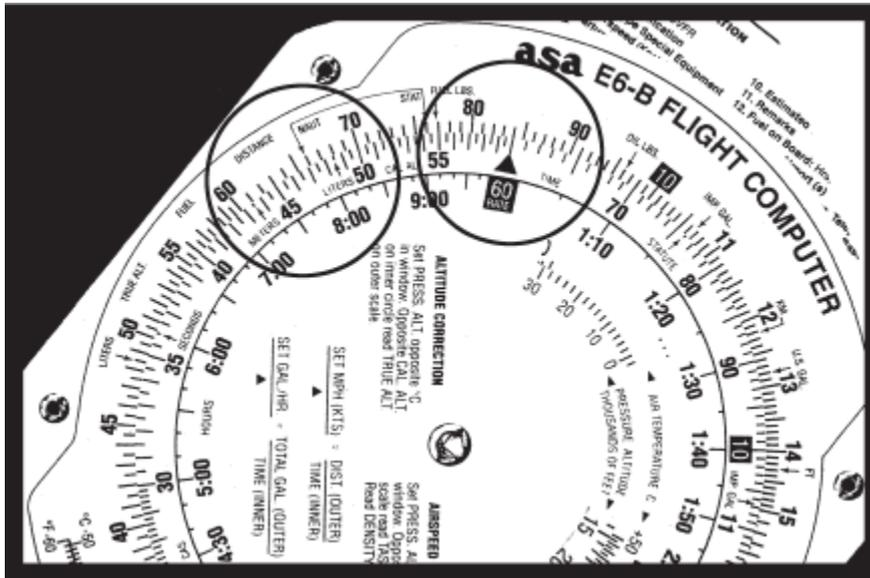

Figure 6
1. Alignez la flèche (quelque chose par heure) à 8,4 sur l'échelle extérieure. Voir Figure 6.